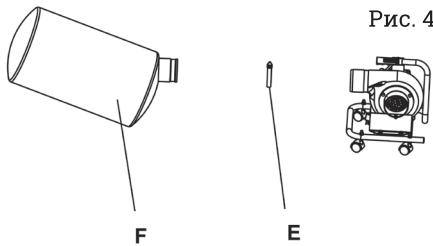

Рис. 4
1. Натянуть хомут (Е) на выпускное отверстие стружкоотсоса (рис. 4).
2. Натянуть отверстие мешка (F) на выпускной патрубок. Натянуть хомут (Е) поверх мешка, затянув хомут.